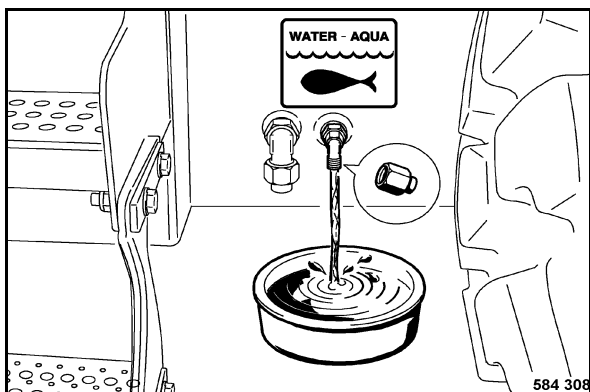

fig. 177
- Dévisser le bouchon et vidanger le liquide de refroidissement dans un récipient approprié (fig. 177).